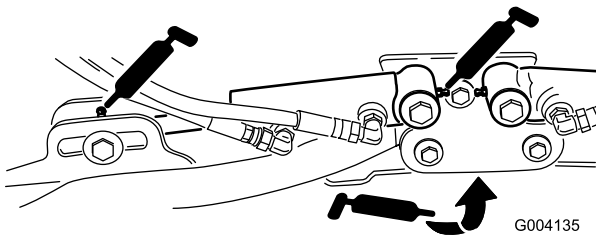

図 51
- ・ 昇降アームのシリンダ（各アームに2ヶ所）（図 51）
（図 51）